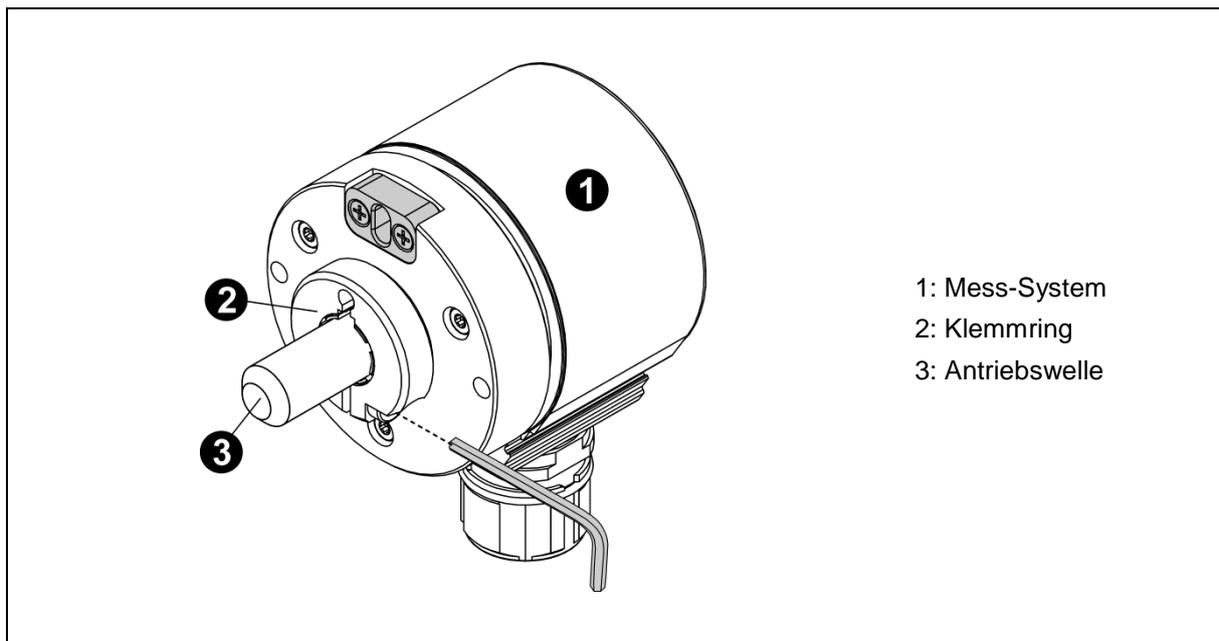

Abbildung 2: Reibschluss
- Axiales Verrutschen des Mess-Systems auf der Antriebswelle ist durch die Fixierung des Klemmrings zu verhindern, siehe Abbildung 2.
- Die Fixierung des Mess-Systems wird über einen Pass-Stift auf der Antriebsseite realisiert, siehe Abbildung 2.